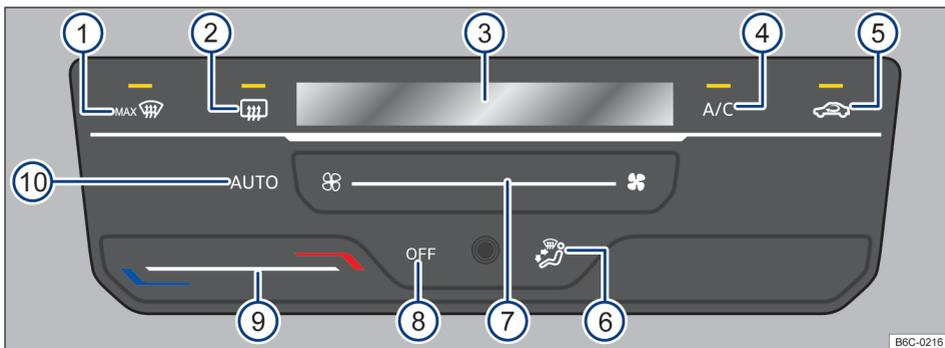

Fig. 83 Comandos do Climatronic.
- *Climatronic*: tocar na superfície de função **OFF** → Fig. 83 (8).
Ao tocar na superfície de função **AUTO** → Fig. 83 (10) é possível ligar o modo automático do Climatronic.
O modo automático garante temperaturas constantes no interior do veículo. A temperatura do ar, o volume de ar e a distribuição de ar são regulados automaticamente. O funcionamento automático se desliga quando a ventilação é alterada manualmente → Fig. 83 (7) ou com a alteração da distribuição de ar através da superfície de função → Fig. 83 (6).
- *Climatronic*: tocar na superfície de função **A/C** → Fig. 83 (4) para ligar e desligar o funcionamento da refrigeração.
- *Climatronic*: deslizar o dedo sob a superfície de função → Fig. 83 (9).
No display do Climatronic → Fig. 83 (3) é indicada a temperatura ajustada.
- *Climatronic*: deslizar o dedo sob a superfície de função → Fig. 83 (7).
- *Climatronic*: tocar na superfície de função → Fig. 83 (5).
- *Climatronic*: tocar na superfície de função → Fig. 83 (6) para posição desejada, a distribuição selecionada será indicada no display (3).
- *Climatronic*: tocar na superfície de função  → Fig. 83 (1).
- *Climatronic*: tocar na superfície de função  → Fig. 83 (2).